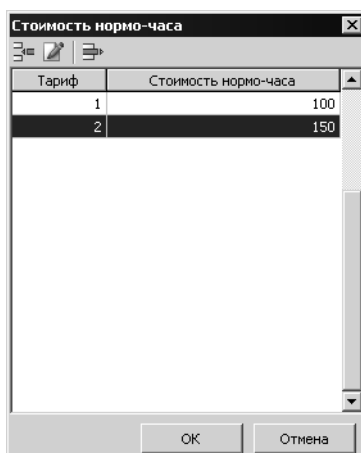

Рис. 22.54.
**нормо-часа.** На экране появится диалог **Стоимость нормо-часа** (рис. 22.54).